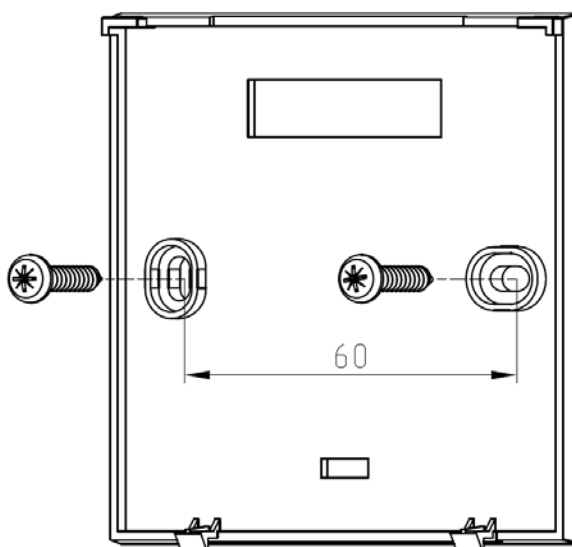

Рис.3 Монтаж задней крышки корпуса
1.3 Заднюю крышку необходимо закрепить на ровной поверхности, используя два монтажных отверстия (рис. 3).